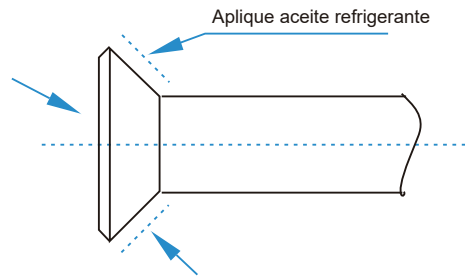

Figura 25
- Antes de instalar la tapa del soporte en el soporte de la tubería, aplique un poco de aceite refrigerante en el soporte (tanto dentro como fuera) y, a continuación, gírelo tres o cuatro veces antes de ajustar la tapa. Vea la Figura 25.